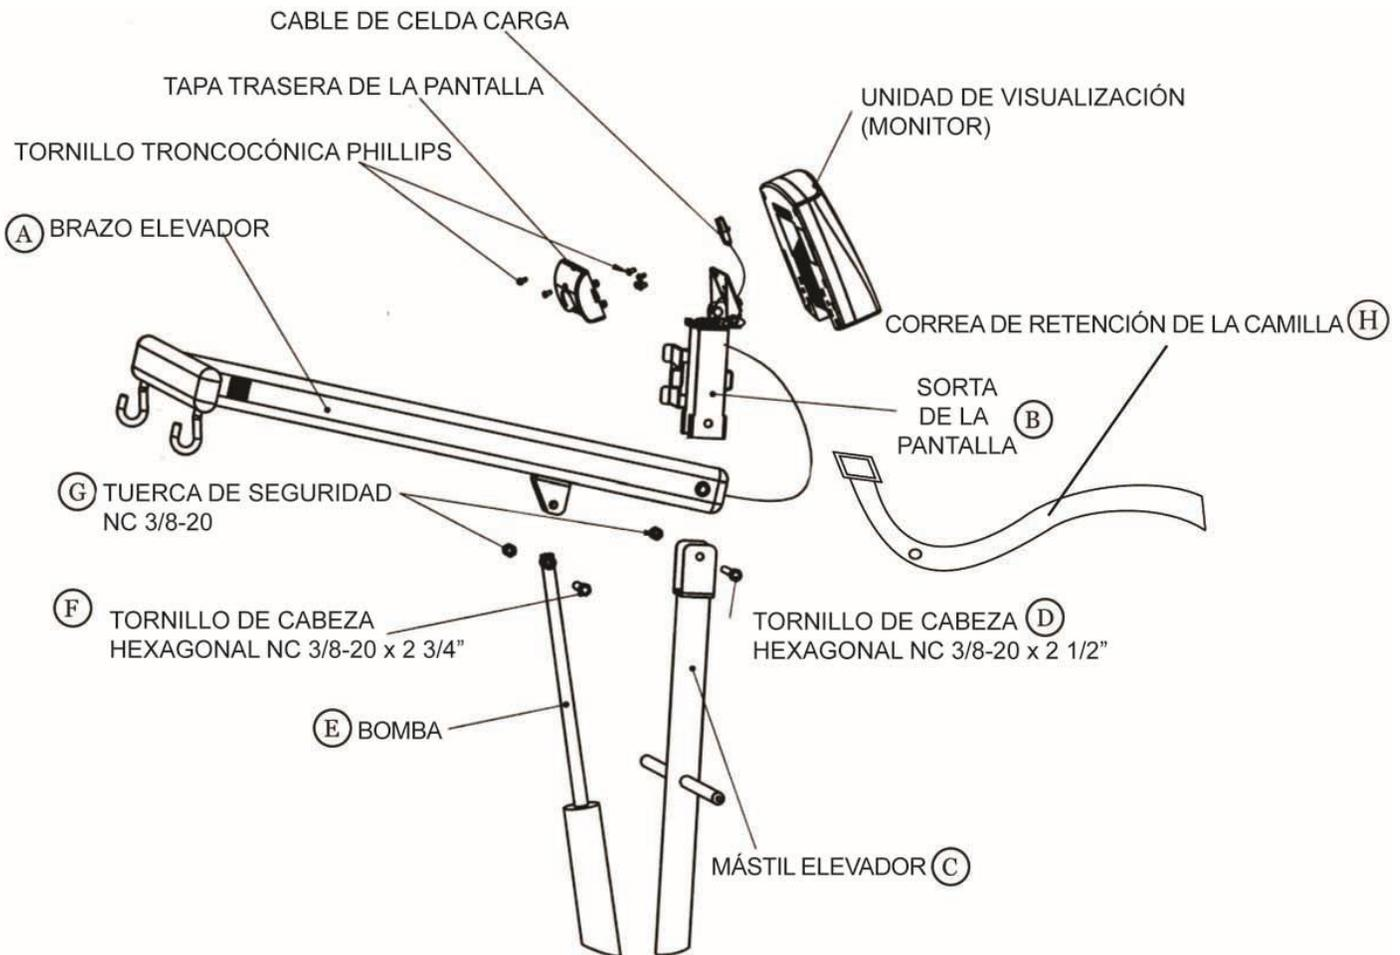

Figura 3
4. Consulte la Figura 3 de la página antes y conecte el brazo elevador (A) y el soporte de la pantalla (B) al mástil elevador (C) utilizando el perno de cabeza hexagonal NC de $\frac{3}{8}$ -20x2 $\frac{1}{2}$ " y la tuerca de seguridad grande (D). Asegúrese de insertar el tornillo de cabeza hexagonal NC de $\frac{3}{8}$ -20x2 $\frac{1}{2}$ " a través del orificio del ojete de la correa de retención de la camilla (H) antes de unir el soporte de la pantalla y el brazo elevador al mástil elevador. **Fije:** este tornillo se encuentra en eje del brazo elevador, por lo que es muy importante que las tres partes (brazo elevador, mástil elevador y soporte de la pantalla) esté unidos en el orden correcto. Con los enganches del brazo hacia abajo, coloque el brazo elevador (A) dentro de las dos partes del mástil elevador (C) y alinee los orificios. Coloque el soporte de la pantalla (B) en el mástil elevador (C) y en el brazo elevador (A) y alinee los orificios. Enrosque el tornillo en las tres partes y apriete la tuerca de seguridad fuertemente en la otra parte.
5. Insérte el extremo del eje de la bomba (E) en la ménsula con doble base del brazo elevador (A) y alinee los orificios. Introduzca el tornillo de 1-3/4" (F) a través de la ménsula de doble enganche y el orificio del eje de la bomba. Apriételo con una tuerca de seguridad (G).